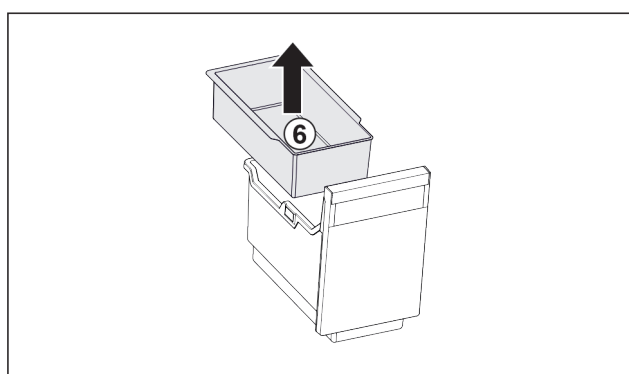

Fig. 105
- ▶ Retirer le Fig. 105 (6) balconnet pour glaçons.